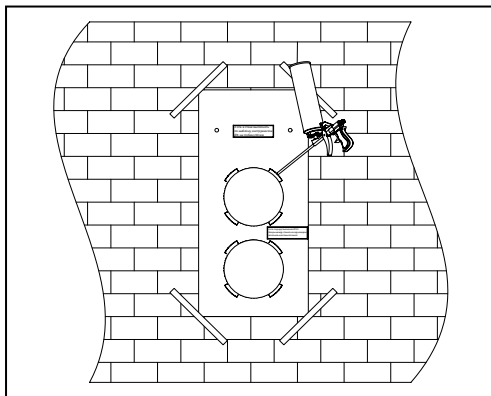

Рис. 7.
5. Вставьте воздухопроводы в отверстия шаблона для воздухопроводов; затем уплотните их монтажной пеной через технологические отверстия в шаблоне, рис. 7. Воздуховоды установите с наклоном вниз 2–3° в сторону улицы для отвода конденсата, который может образовываться в процессе работы установки.
5. Вставьте воздуховоды в отверстия шаблона для воздуховодов и уплотните их монтажной пеной через технологические отверстия в шаблоне, рис. 7. Воздуховоды установите с наклоном 3° вниз в сторону улицы для отвода конденсата.